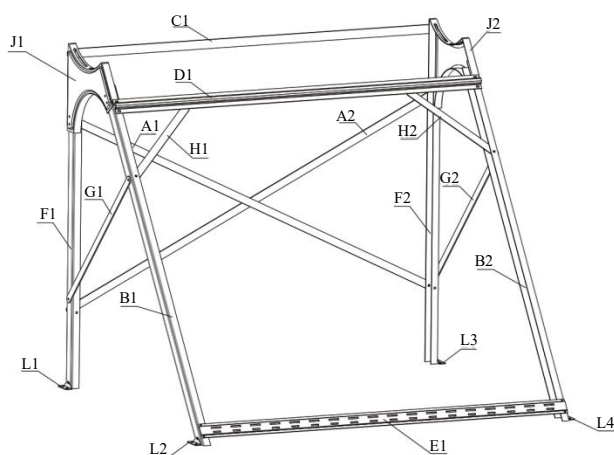
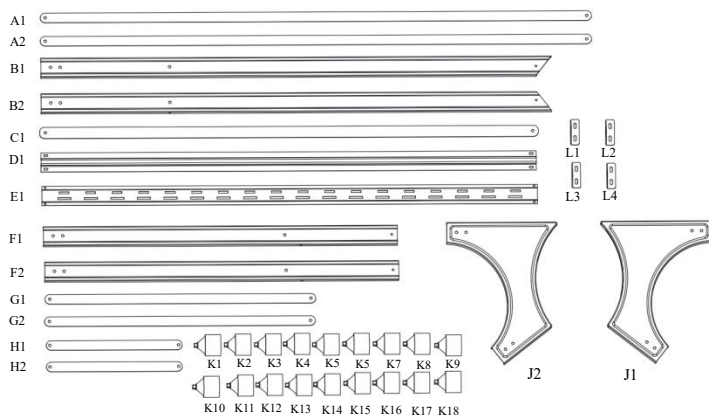

Fig.1
Fig.2
1. Montarea suportului de susținere (a se vedea Fig. 1, Fig. 2):